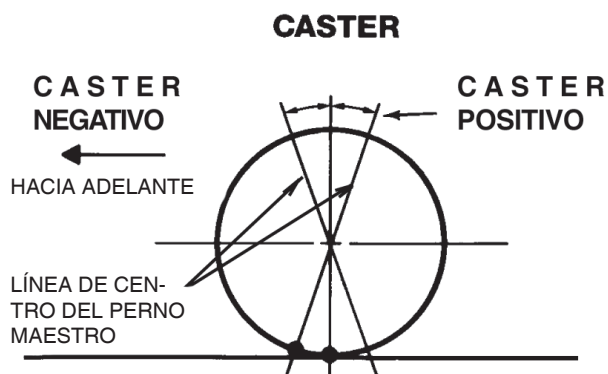

Figura 33
Ver a Figura 33.
6. Coloque la barra calibradora en el frente de los neumáticos. Eleve las agujas hasta que estas estén en la misma altura que las puntas de eje. Alinee las agujas con las marcas en los neumáticos. Mida y tome nota de la distancia entre las agujas. Figura 33.